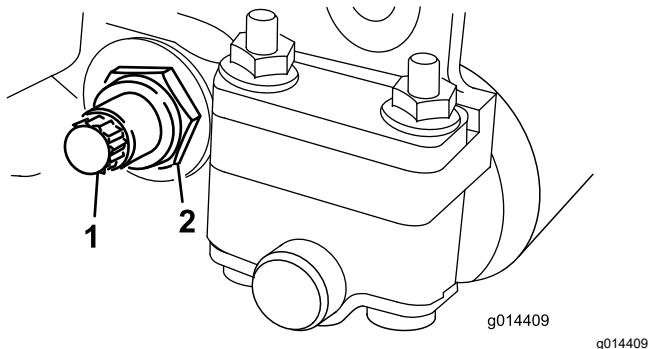

Figura 18
- Pe fiecare latură a mainii, slăbii contrapiulia care fixează urubul barei de cadru (Figura 18).
- Îndepărtați fiecare urub al barei de cadru, permițând tragerea în jos și îndepărtarea acesteia de pe unitatea de tăiere (Figura 18).